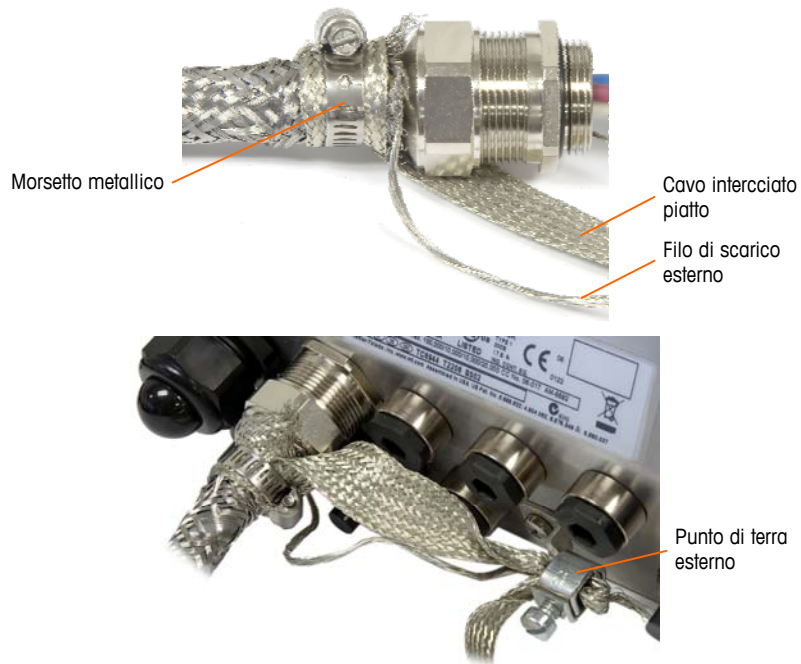

Figura 2-44: Terminazione della treccia esterna dell'home run PDX, per ambienti difficili
6. Estrarre la treccia esterna per ricoprire il manicotto in ottone e avvolgervi un'estremità di un cavo di terra intrecciato piatto, prima di fissare tutto con il morsetto metallico (Figura 2-44). Instradare il filo esterno del cavo home run con un cavo piatto intrecciato attraverso un capocorda di terra collegato alla parte posteriore dell'armadietto per ambienti difficili. L'altra estremità del cavo intrecciato piatto è terminato sull'asta di terra.